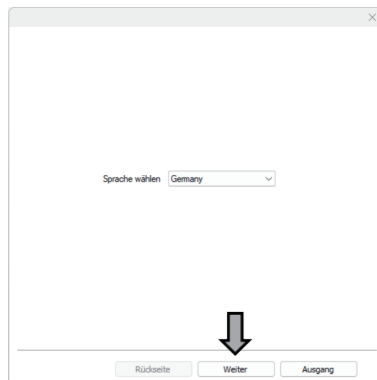

Fig.10
④ Öffnen Sie die Installationsoberfläche des Druckertreibers, wählen Sie Ihre bevorzugte Sprache aus und klicken Sie auf „Weiter“ (siehe Abbildung 10).